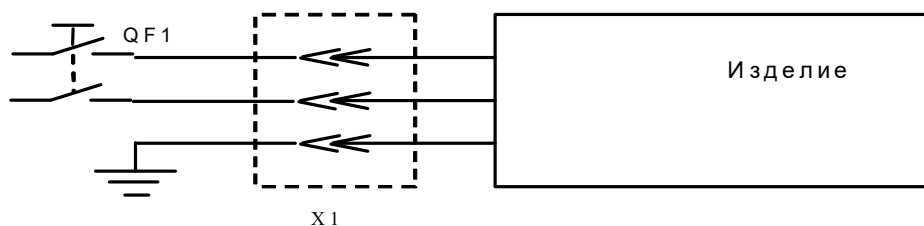

Рис.2. Схема подключения изделия к электросети
6.2. Панель управления представлена на Рис.2.